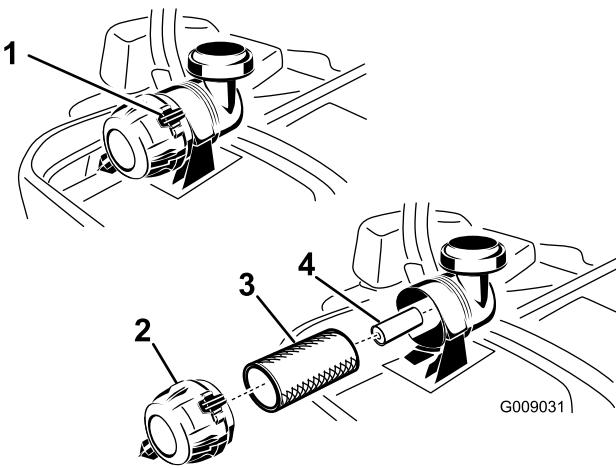

Figura 41
3. Premete verso il basso per rilasciare i dispositivi di fermo sul filtro dell'aria e togliere il coperchio dal corpo del filtro (Figura 41).
5. Estraete con cautela il filtro primario dal corpo del filtro dell'aria (Figura 41). Non urtate il filtro contro il corpo.
- Non pulite il filtro primario di carta, sostituitelo (Figura 41).
- Se sostituite il filtro secondario, inseritelo con cautela nel corpo del filtro (Figura 41).
- Montate con cautela il filtro primario sul filtro secondario (Figura 41). Premete sul bordo esterno del filtro mentre lo inserite, per accertarvi che venga inserito a fondo.
di fermo blocchino il coperchio nella corretta posizione (Figura 41).